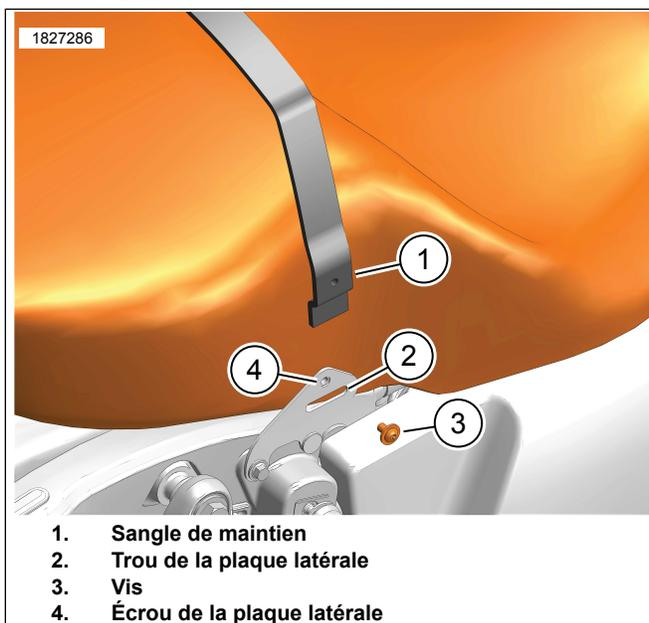

Figure 4. Installation de la sangle de maintien de la selle
2. **Kits 52000638, 52000640** : Voir la Figure 4. Installez la **nouvelle** sangle de maintien.
- a. Insérer la sangle de maintien (1) dans le trou de la plaque latérale (2).
- b. Aligner le trou dans la sangle de maintien avec l'écrou de la plaque latérale (4).
- c. Installez la vis (3). Serrer.